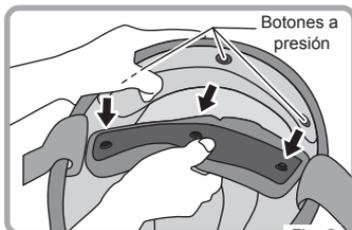

Fig. 2
- ③ Suelte los 3 botones a presión de la parte posterior para retirar el acolchado interior según se muestra en la Fig.2.